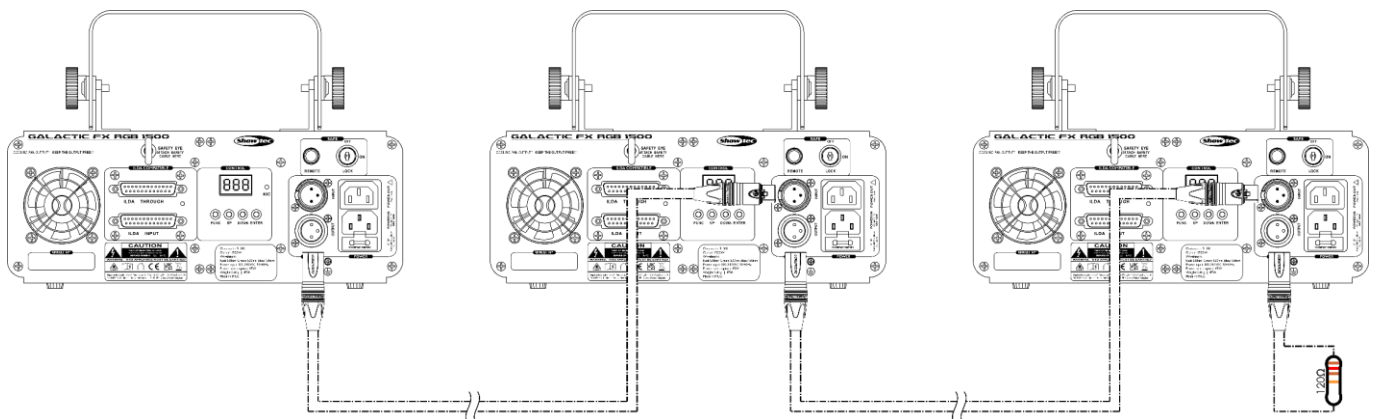

Abb. 12
- 02) Wiederholen Sie Schritt 1, um die gewünschte Anzahl an Geräten wie in Abb. 12 zu verbinden.